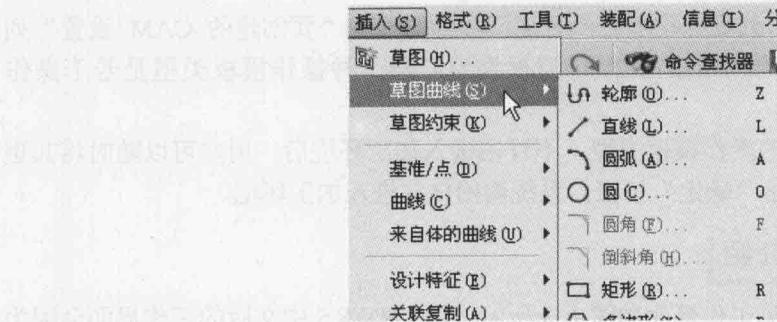

图 1-4 “插入”菜单
主菜单包含了 UG NX 8.5 软件所有的主要功能，位于主窗口的顶部，在窗口标题栏的下面，如图 1-4 所示。主菜单是下拉菜单，系统将所有的指令和设置选项予以分类，分别放置在不同的下拉菜单中，单击主菜单栏中任何一个功能时，系统将会弹出下拉菜单，同时显示出该功能菜单包含的有关指令，每一个指令的前后可能有一些特殊标记。其中包括以下几种。
1) 三角形符号 (►): 当菜单中某个命令不只含有单一功能时，系统会在命令字段右上方显示三角形符号，选择此命令后，系统会自动出现子菜单，如图 1-4 所示。